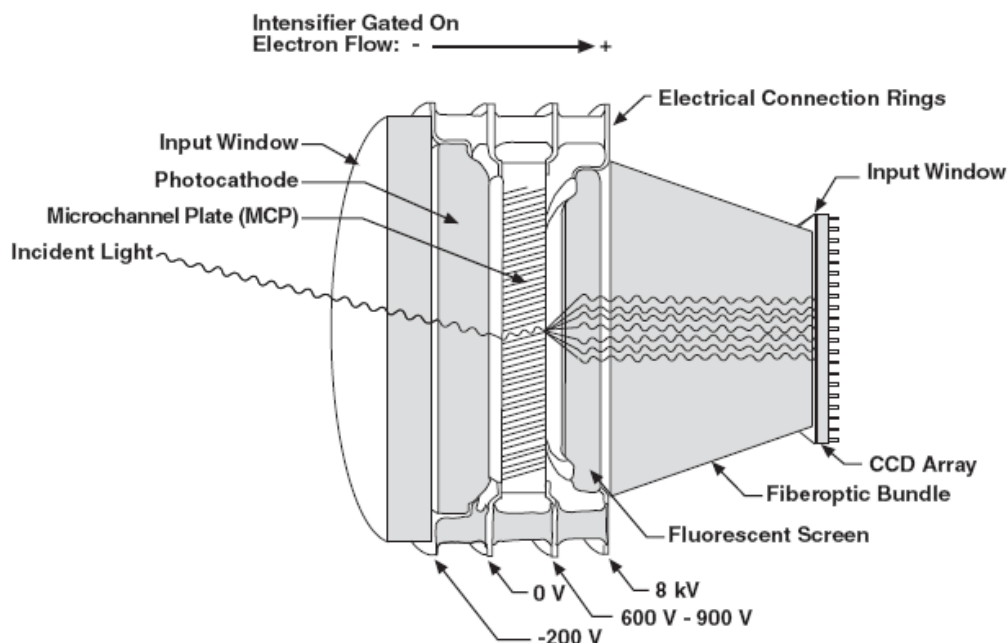

图2 增强型CCD的主要部件
- 1、 入射光子通过增强器输入窗口，撞击光阴极并释放电子(见上图2)。